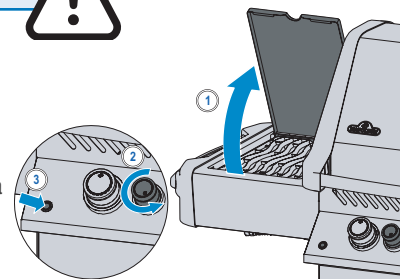

Рис. 2
4. Если горелка не зажигается, поверните ручку горелки в положение «Выключено» по часовой стрелке и подождите 5 минут. Повторите шаги 2 и 3. (Рис. 2)